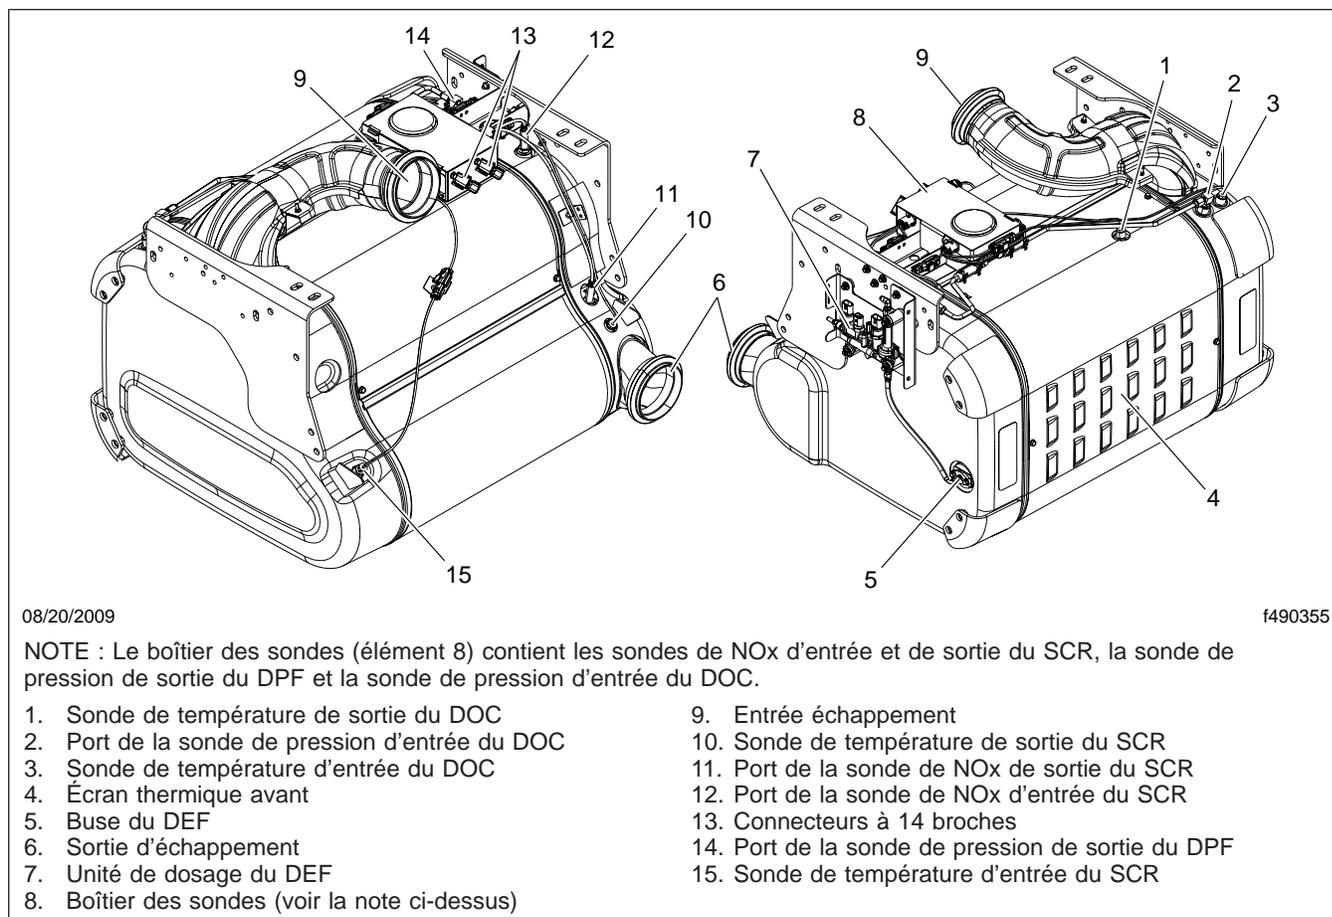
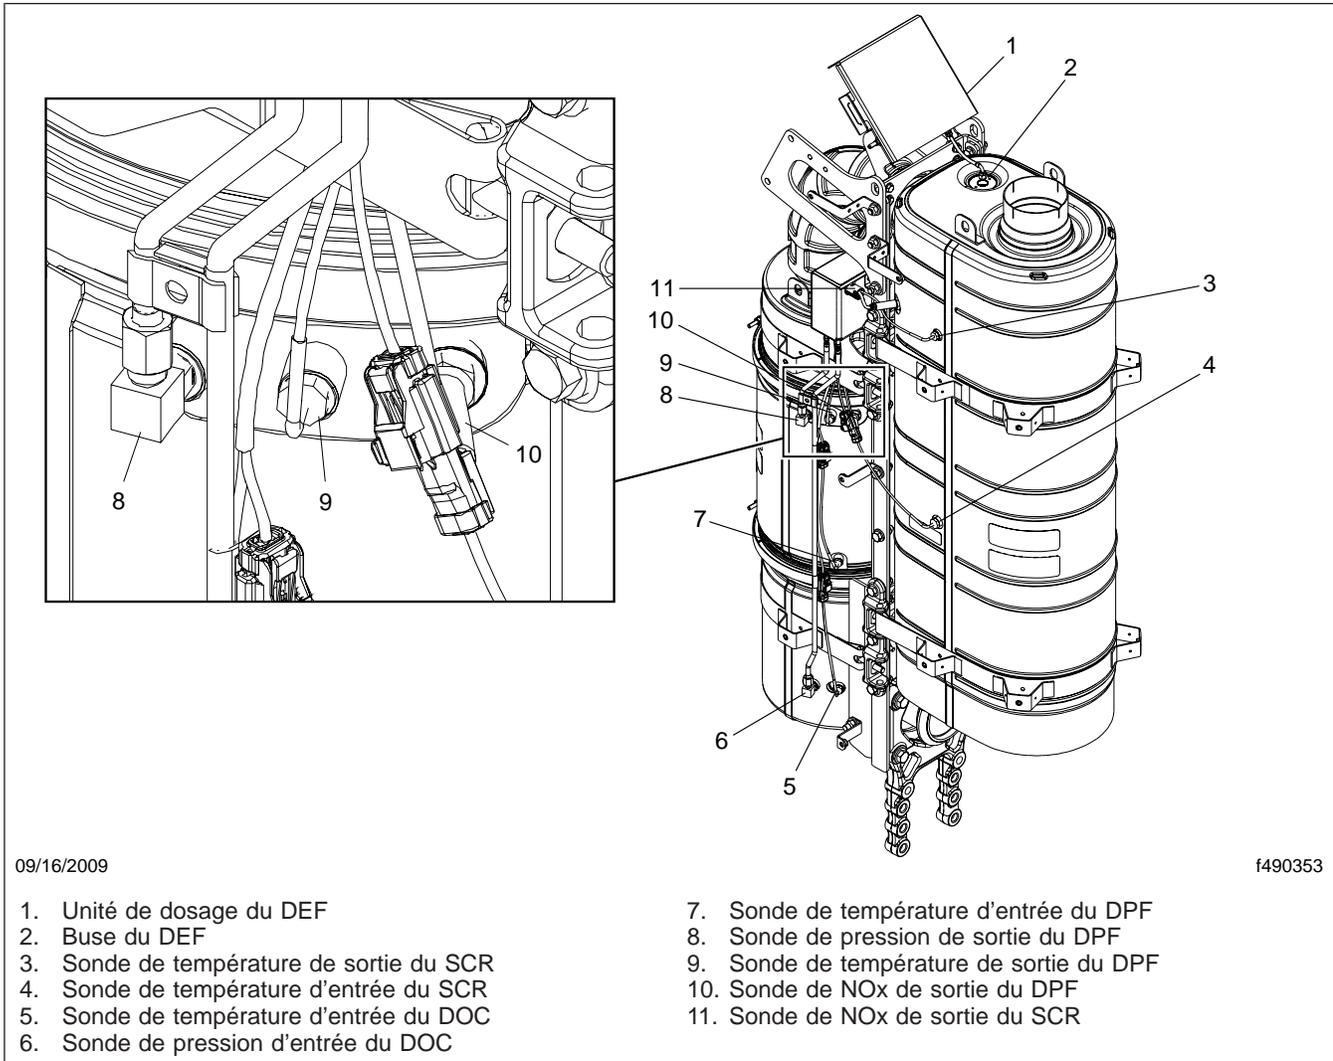
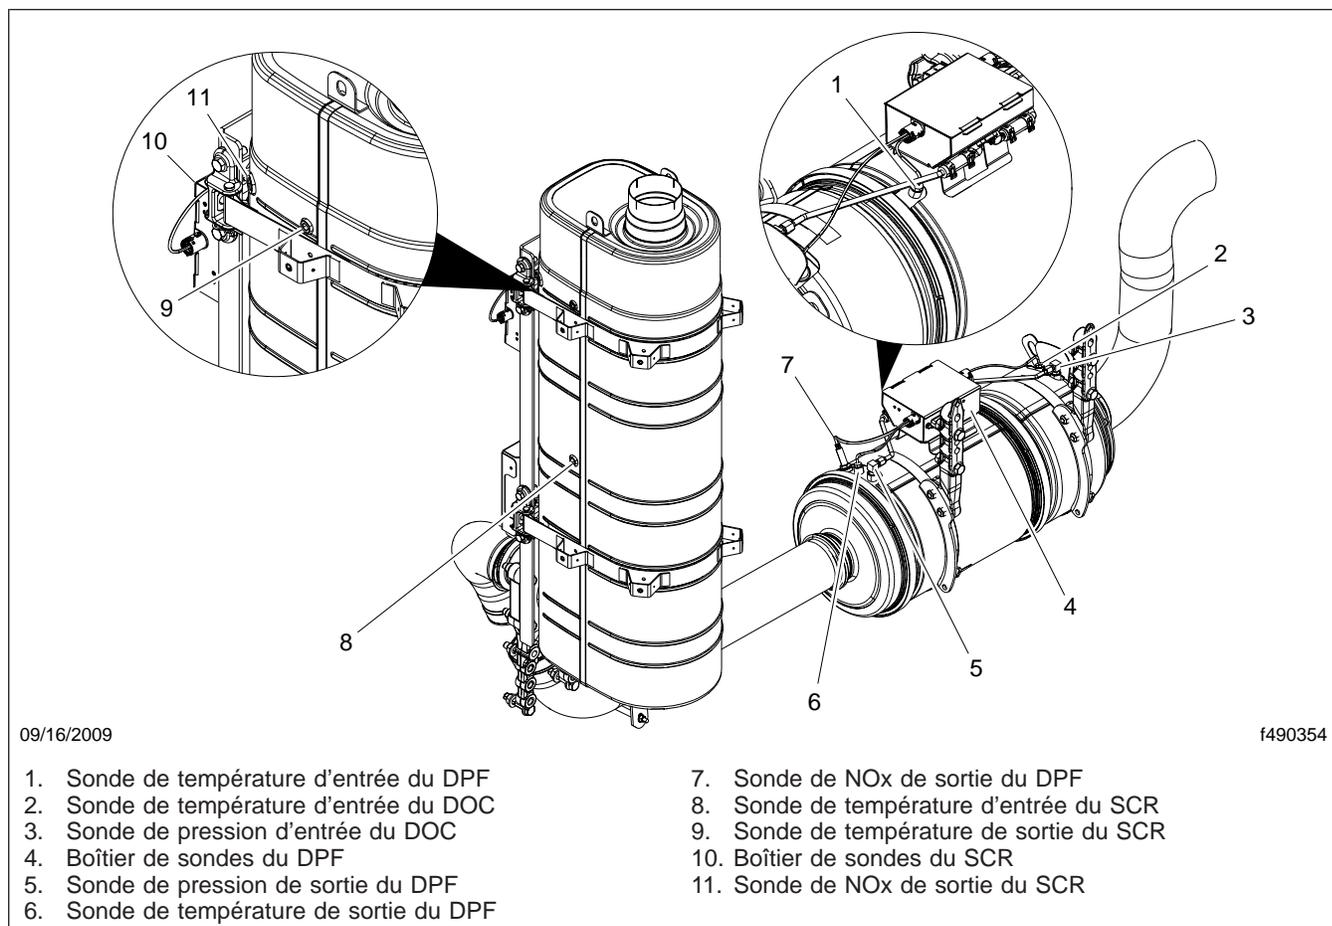

Fig. 1, Emplacements des sondes de l'ATS en un boîtier
Fig. 2, Emplacements des deux boîtiers de sondes ATS 2V2
Fig. 3, Emplacements des deux boîtiers de sondes ATS 2HV
6. Vérifiez toutes les sondes reliées à l'ATS pour vous assurer qu'ils ne présentent pas de fuite ou de câbles endommagés. Il ne doit y avoir aucune fuite. Voir la figure 1, la figure 2 ou la figure 3 pour connaître l'emplacement des sondes des STS Detroit Diesel.